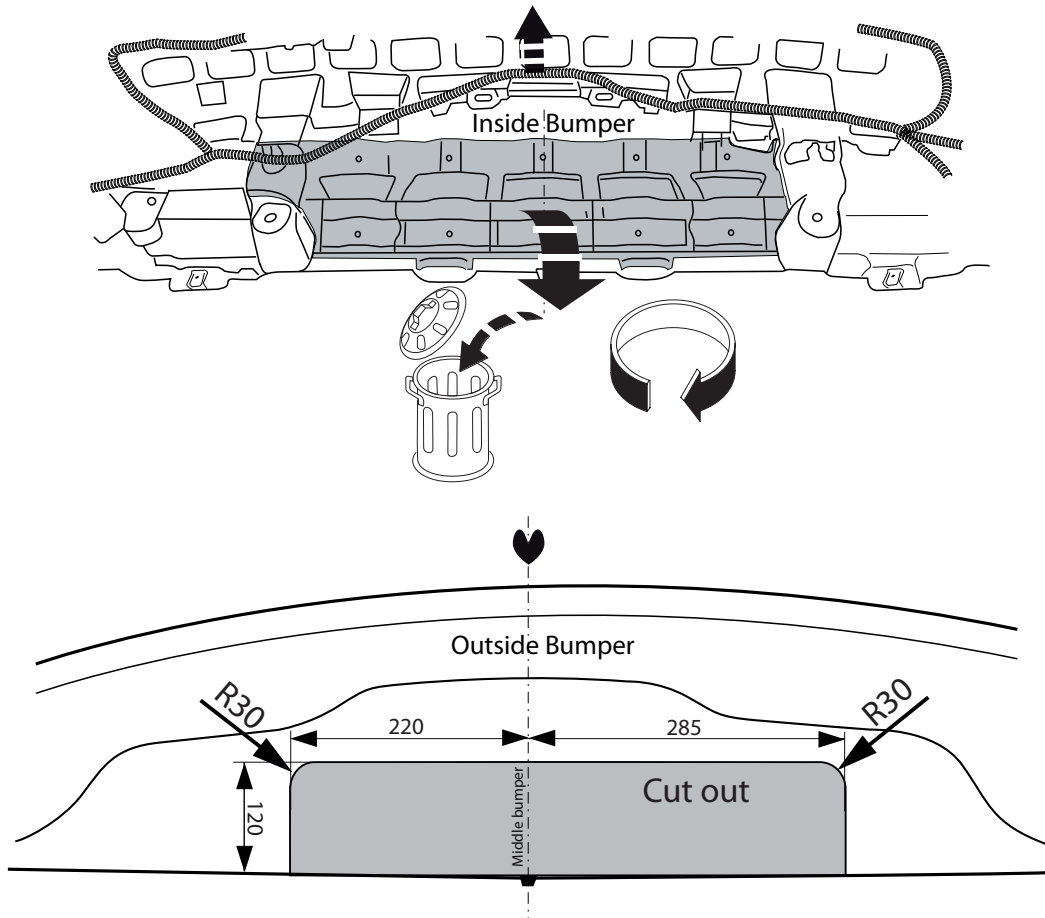

Fig. 3
7. Выпилить обозначенные части, как указано на рис. 3.